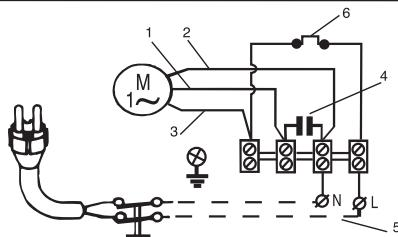

Fig. 1
- راجع الرسم ١ / (Fig. 1) لاختيار قطر سلك التيار الكهربائي .